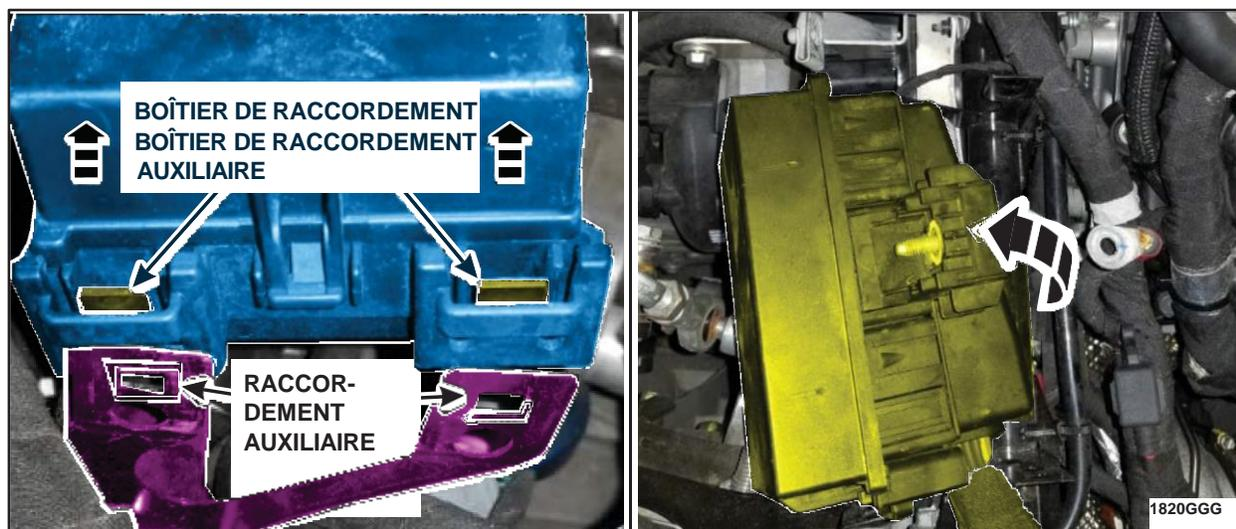

FIGURE 21
24. Dégager les quatre languettes de fixation du boîtier de raccordement auxiliaire (AJB) (deux à chaque extrémité) depuis le support et placer le boîtier de raccordement auxiliaire (AJB) à l'écart. (Figure 21)
40. Remettre en place le boîtier de raccordement auxiliaire (AJB) et fixer les quatre languettes de fixation du support.(Figure 21)